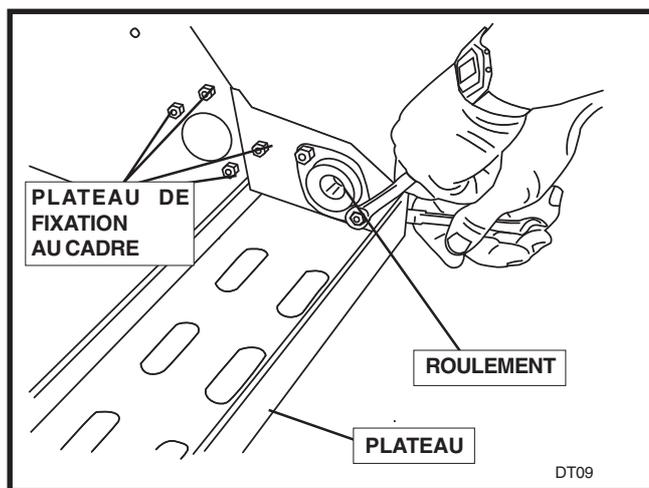

FIGURE 1
5. Retirez les deux (2) bagues de serrage sur la roue arrière (elles ne sont pas réutilisables et de nouvelles bagues sont fournies dans le kit). Retirez la roue de l'arbre arrière. (Certaines unités comportent des goupilles d'assemblage en lieu et place des bagues de serrage.)
6. Desserrez une (1) vis de réglage sur le collier de serrage. À l'aide d'un chasse-goupille, desserrez le collier de serrage sur l'arbre arrière. Procédez de la même manière de l'autre côté de l'unité.
9. Installez le plateau en le faisant correspondre aux trous des vis dans le cadre principal. Voir la Figure 1.
10. Montez les roulements sur l'intérieur du plateau; NE serrez PAS les pièces de fixation, enfoncez-les simplement quelque peu. Voir la Figure 1.